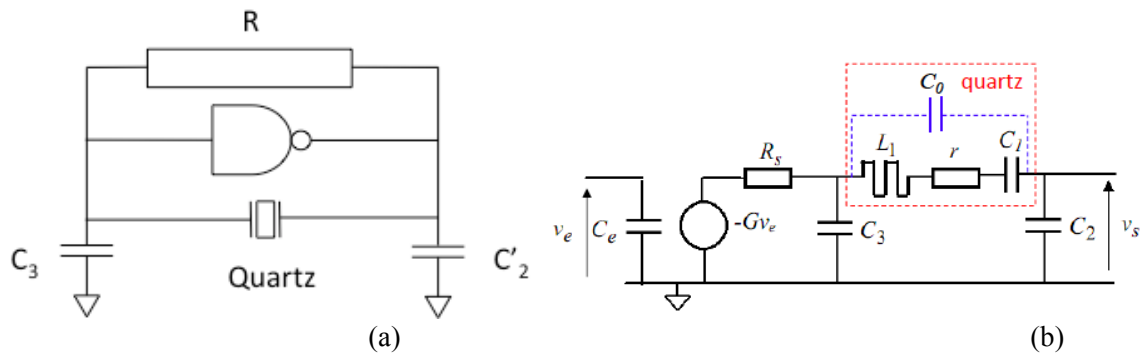

Figure 2 : Oscillateur à quartz : (a) schéma du circuit en boucle fermée ; (b) schéma équivalent du circuit en boucle ouverte à la fréquence de résonance
On considère l'oscillateur représenté sur la figure 2-(a).
- 1- Un circuit oscillateur est un système bouclé qui associe un amplificateur et un quadripôle de réaction. Identifier sur le schéma de la figure 2-(a) ces deux entités en les encadrant.
- 2- La figure 2-(b) représente le schéma du circuit en boucle ouverte. Exprimer C_2 en fonction de C'_2 et de C_e .